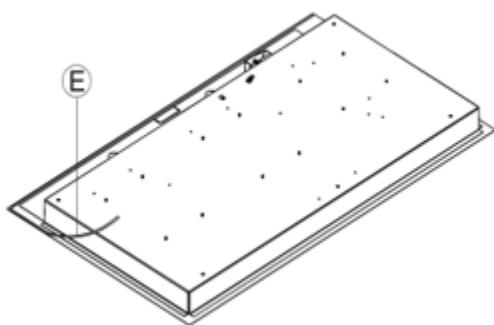

Fig. 3
- Retournez la table de cuisson et placez correctement le joint « E » (fig. 3) sous le bord de la table de cuisson de sorte que l'extérieur du joint corresponde exactement au contour de la table. Les extrémités des bandes doivent se rencontrer sans se chevaucher.